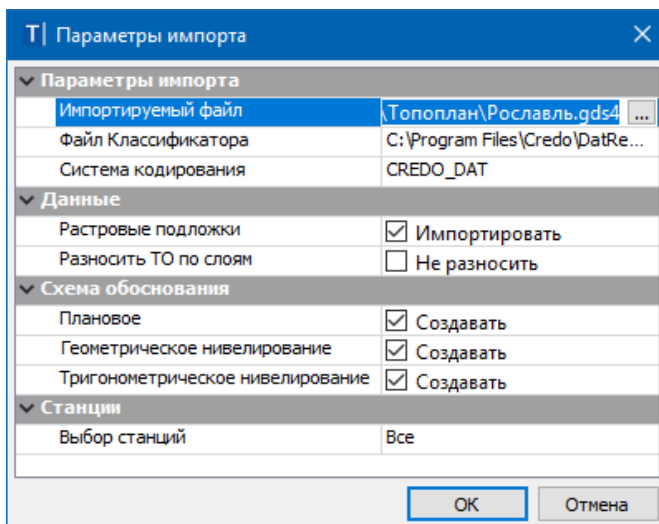

Рис. 3.12
4. В диалоге **Параметры импорта** укажите путь к классификатору КРЕДО ДАТ (папка *Материалы упражнений\Топоплан*) (рис. 3.12).